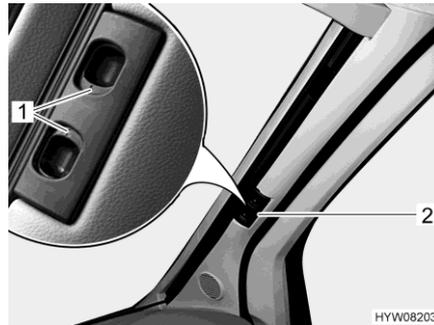

Fig. 24 Estor plegable (luna delantera)
- Presionar los tiradores de desbloqueo (Fig. 24,1) y mantenerlos presionados.
- Tirar el estor plegable para la luna delantera del tirador (Fig. 24,2) hacia el centro de la ventana.
- Empujar ambas mitades del estor plegable para la luna delantera en el tirador (Fig. 24,2) hacia afuera, hasta el tope. Al hacerlo, subir el tirador a la altura de la escotadura de bloqueo.
- Soltar los tiradores de desbloqueo (Fig. 24,1) y dejar que engatillen.